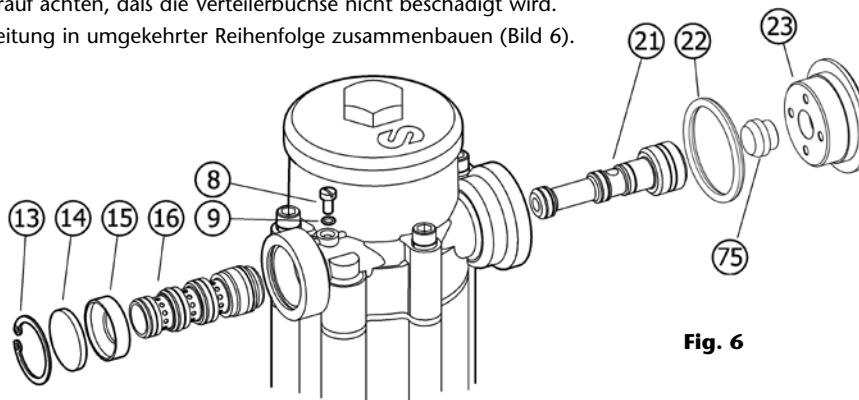

Fig. 6
1. Die Verschlusskappe (23) abschrauben und den Sicherheitsring (13), den Dämpfer (14) und die Dämpferhalterung (15) entfernen.
2. Die Verteilerachse (21) entfernen (Bild 6).
3. Die Schrauben (8) vollständig lösen und die Verteilerbuchse (16) vorsichtig entfernen.
4. Die neue Verteilerbuchse mit ihren O-Ringen schmieren und sie auf der Seite der Verschlusskappe (23) einsetzen, gut halten und bis zum Dämpfer (14) schieben. Darauf achten, daß die Verteilerbuchse nicht beschädigt wird.
5. Den Rest gemäß dieser Anleitung in umgekehrter Reihenfolge zusammenbauen (Bild 6).